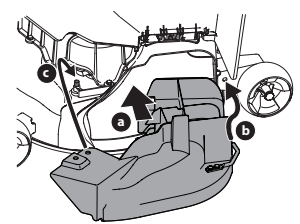

Figura 5
3. Para instalar el adaptador para abono, haga pivotar el canal de descarga hacia arriba. Consulte la Figura 5 para plataformas fabricadas y estampadas: